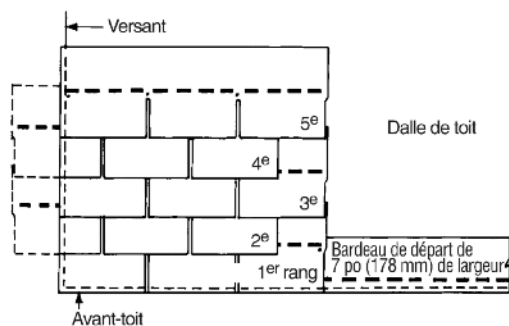

Figure 10-12 : Méthode d'alignement vertical.
**PREMIER RANG :** Poser un bardeau entier sur le coin inférieur gauche du toit, en mettant les jupes à égalité avec le rang de départ (figure 10-12).
**DEUXIÈME RANG :** Retrancher 6 po (15 cm) du côté gauche d'un bardeau et poser la pièce de 30 po (76 cm) restante par-dessus le bardeau du premier rang, à égalité avec le bord gauche du bardeau et en laissant 5 po (12,7 cm) du premier rang à découvert (figure 10-12).